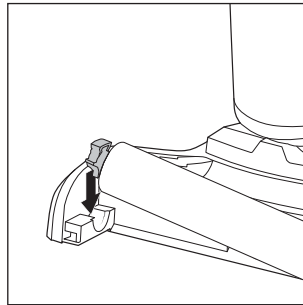

Abb. 40
- ♦ Drücken Sie dann die Halterung links an der Bürstenrolle **6** in die Öffnung an der linken Seite des Fußteils **3**, bis die Bürstenrolle **6** hörbar einrastet (siehe Abb. 40).